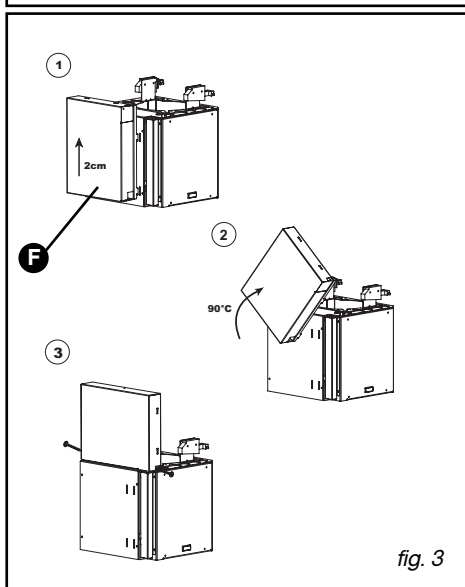

fig. 3
- Retire la banda adhesiva de la caja (F fig.3)
- Levante la caja unos 2 cm, y a continuación líbrela, gírela 1/3 y luego deslícela y fíjela con 2 tornillos por encima del motor (fig 3).
– Si el diámetro del conducto tiene 125 mm, utilice el adaptador que se suministra (fig. 3). Si su conducto tiene menos de 125 mm, es obligatorio que conecte la campana en modo reciclaje.